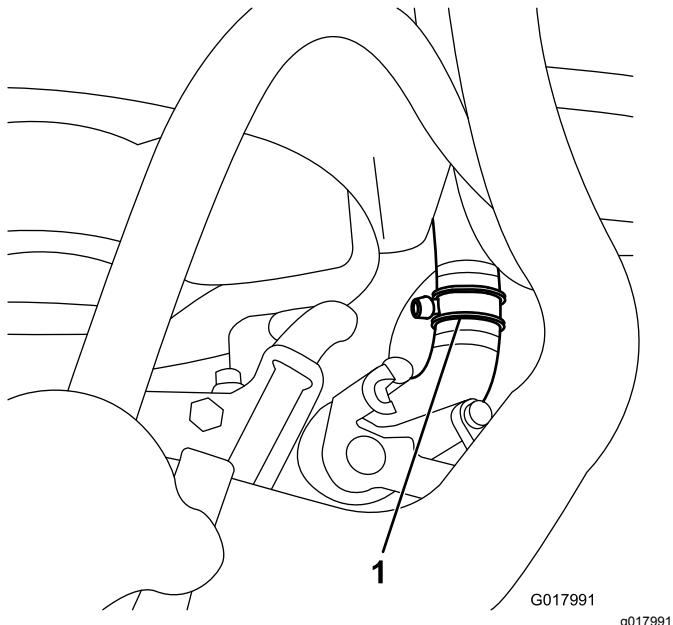

Рисунок 27
- Разрежьте нижний шланг радиатора на расстоянии примерно 54 мм от конца шланга, идущего в радиатор (Рисунок 27).
- Вставьте тройник в разрез нижнего шланга радиатора, закрепив соединение с помощью двух широких шланговых хомутов (Рисунок 27).